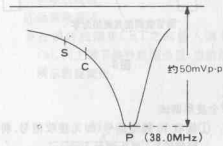

图5
- ⑤ 调节 T 202 波形, 使其信号最大值为 38.0 MHz($\pm$ 50 Hz), 如图 5 所示;